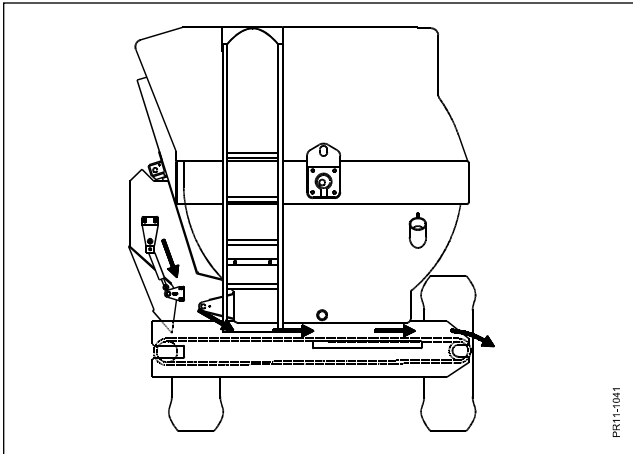

Fig. 5.14
- Fig 5.14** udfodring til højre side,